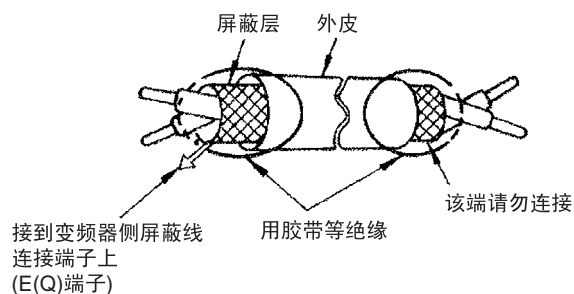

图 2.24 绞合屏蔽线的末端处理
- 为防止由干扰产生的误动作，控制回路接线请使用多股屏蔽线及多股绞合屏蔽线。请如图 2.24 所示对其末端进行处理。接线长度请控制在 50m 以下。
- 请将屏蔽线与 E(G) 端子连接。